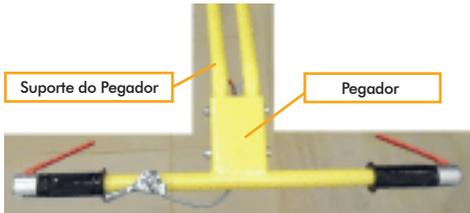
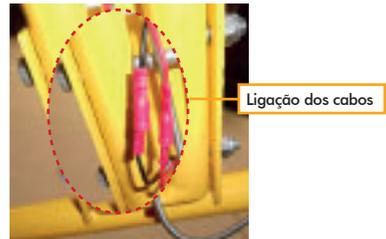

Fig. 15
Fig. 16
5.8. Fixar o Pegador no Suporte (Fig. 15) e ligar os cabos vermelho e preto (Fig. 16):